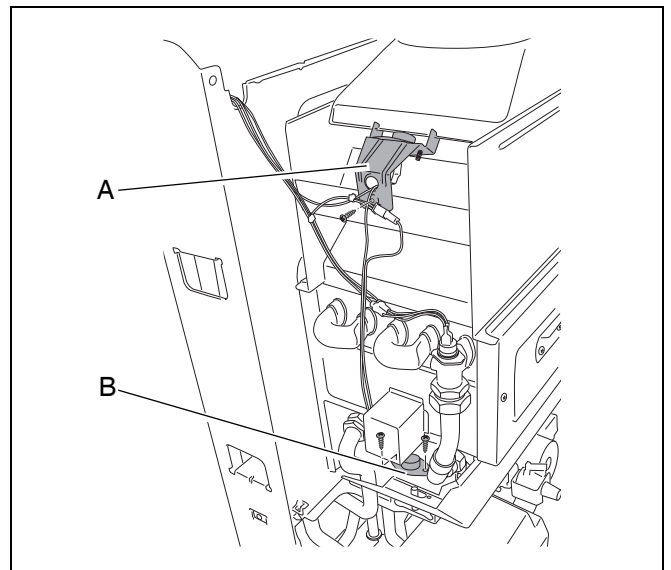

fig. 34 Dévisser le détecteur
- Dévisser le dispositif de contrôle des fumées A supérieur (fig. 34).